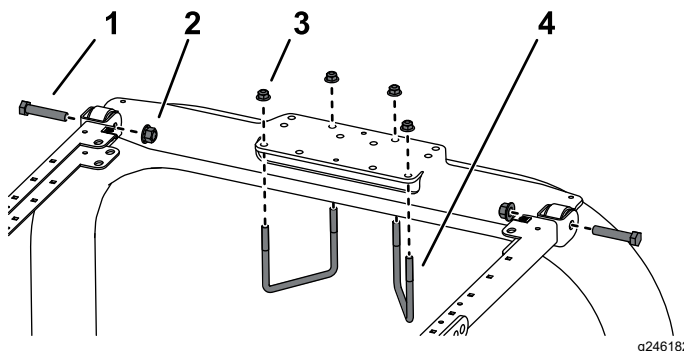

Рисунок 3
1. Установите монтажный кронштейн ROPS на верхнюю часть защитной дуги тягового блока (Рисунок 3).
2. Установите раму в сборе на монтажный кронштейн ROPS (Рисунок 3)
3. Используя монтажные отверстия, показанные на Рисунок 3, прикрепите каждый монтажный